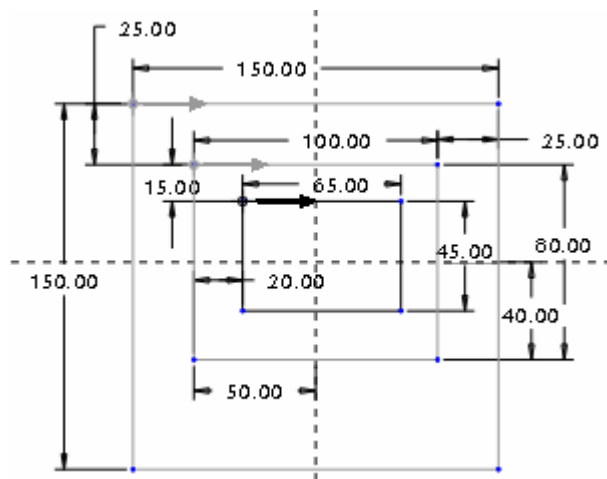

图 5-6
- (1) 在绘图窗口单击右键，在弹出的快捷菜单中单击【切换剖面】选项，第 2 个截面变淡。
- (2) 绘制如图 5-6 所示的第 3 个截面。截面的起始点应与图中所示一致，否则，应选中该点，然后单击右键菜单中的【起始点】选项，确定该点为起始点。